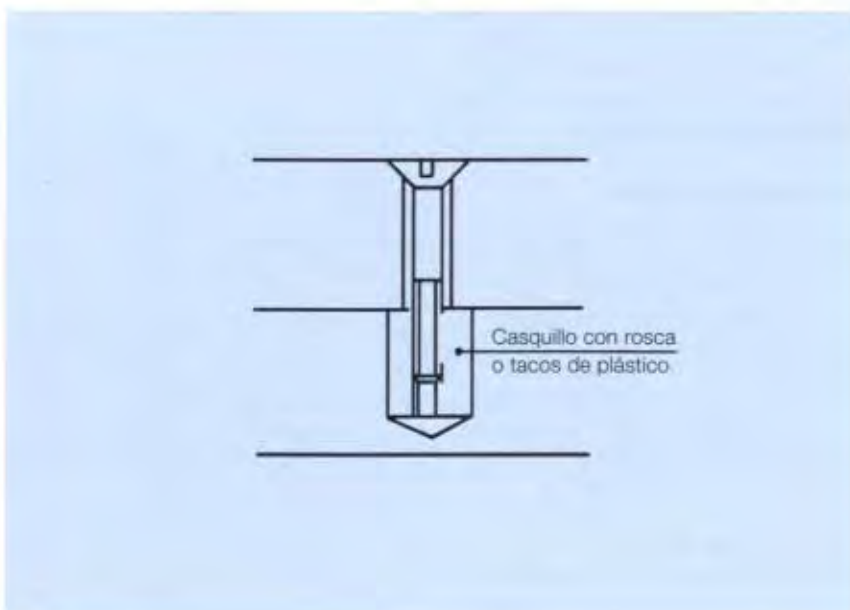

Fig. 24
- Para realizar las uniones atornilladas necesarias en RAUSOLID han de utilizarse casquillos con rosca (p. ej. casquillo de plástico o de latón) (Fig. 24).